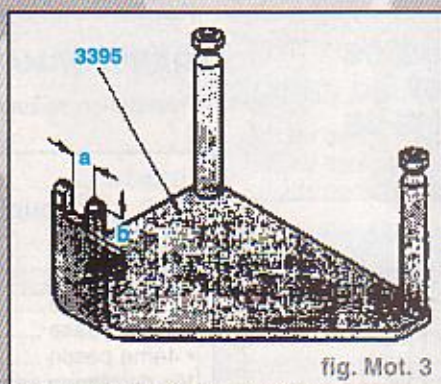

fig. Mot. 3
- Agrandir la gorge du support de moteur 3395 comme indiqué sur la figure en la portant aux cotes suivantes (fig Mot. 3) :